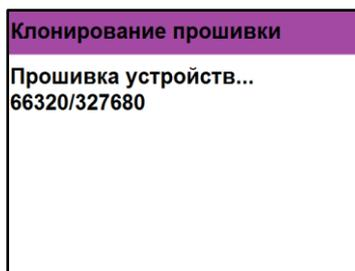

Рисунок 25 - Процесс клонирования программного обеспечения на ППК
- 2.3.8. После запуска процесса будет отображаться количество переданных пакетов/общее количество пакетов (рисунок 25).